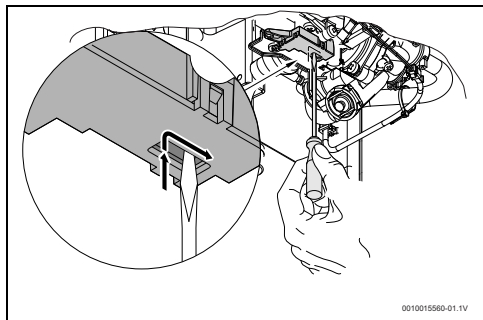

Bild 30 Rücksetzen des Mikroschalters
- Mikroschalter gemäß Abb. 30 positionieren.